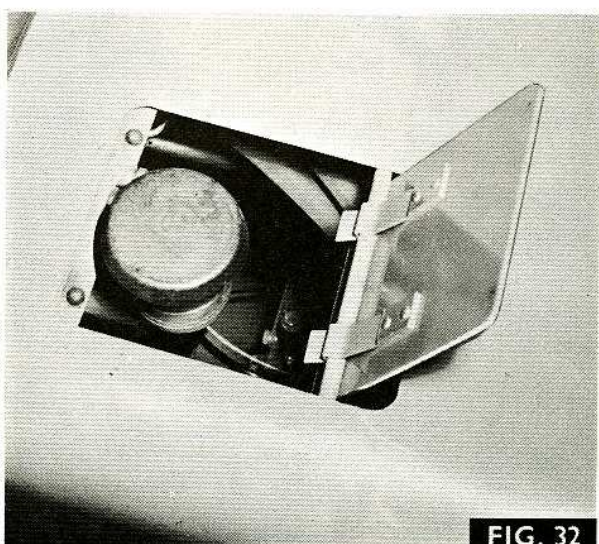

FIG. 32
1. Fig. 32. Avant d'essayer de régler les freins, contrôler toujours le niveau de liquide.